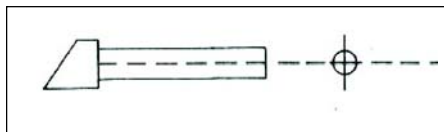

Fig 7-26. Função da luneta de regulagem
**a.** As lunetas de regulagem permitem materializar opticamente o eixo do tubo do canhão. De acordo com o modelo, podem ser colocadas na culatra, com pequenas modificações nessa peça, ou na boca do tubo (Fig 7-26).